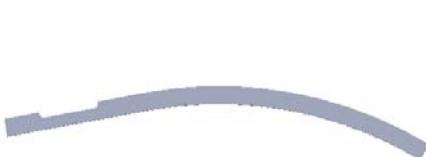
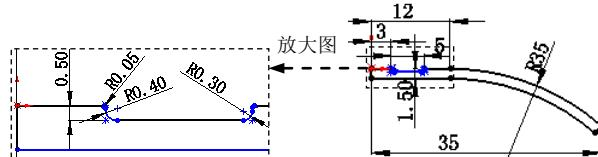

图 14.2.15 基体—法兰 1
图 14.2.16 横断面草图
Step2. 创建图 14.2.15 所示的钣金基础特征——基体—法兰 1。
(1) 选择命令。选择下拉菜单 **插入(I)** → **钣金(B)** →  **基体法兰(A)...** 命令（或单击“钣金”工具栏上的“基体法兰/薄片”按钮 ）。
(2) 定义特征的横断面草图。
① 定义草图基准面。选取前视基准面作为草图基准面。
② 定义横断面草图。在草图环境中绘制图 14.2.16 所示的横断面草图。
③ 选择下拉菜单 **插入(I)** →  **退出草图** 命令，退出草图环境，此时系统弹出“基体法兰”对话框。
(3) 定义钣金参数属性。
① 定义钣金参数。在 **钣金参数(S)** 区域的  文本框中输入厚度值 0.15。
② 定义钣金折弯系数。在 **折弯系数(A)** 区域的下拉列表中选择 **K 因子**，把 **K** 文本框的